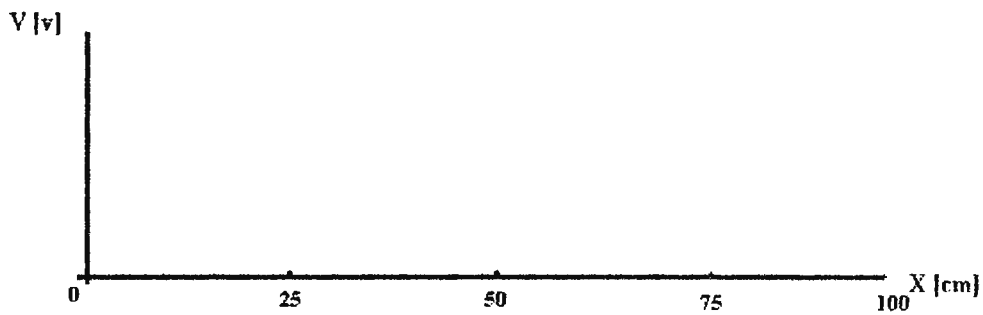

FIGURA 7.
10. Grafique en la figura 7. la distribución de voltaje desde 0 hasta media longitud de onda, es decir desplace el probador desde el comienzo de la antena hasta el final de la misma.